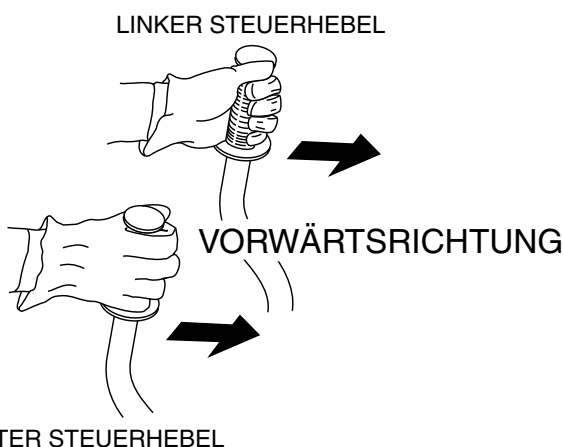

Abbildung 13. Linker und rechter Steuerhebel
1. Drücken Sie den linken und rechten Steuerhebel nach vorne. Siehe Abbildung 13.